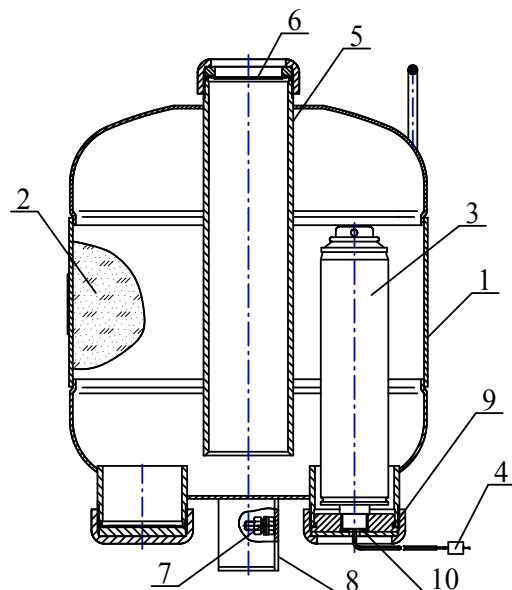

Рисунок 1
4.1.1 МПП (см. рисунок 1) состоит из корпуса **1**, в котором размещаются огнетушащий порошок (ОП) **2** и источник холодного газа (ИХГ) **3** с элементом электропусковым **4**. В верхней части корпуса находится насадок-распылитель **5**, который также выполняет функцию сифонной трубки при выпуске ОП из корпуса. Выходное отверстие насадка-распылителя перекрыто мембраной **6**. Модуль имеет заземляющий зажим **7**.
- ИХГ-10(М)-01 СИАВ 066614.025.000 ТУ для МПП нормального исполнения или ИХГ-10(М)-02 СИАВ 066614.025.000 ТУ для МПП специального исполнения (поз. 3 рисунок 1) – 1 шт.;
- резиновое кольцо 058-062-25 ГОСТ 9833-73 (поз. 9 рисунок 1) – 1 шт.;
- резиновая прокладка черт. СИАВ 634233.006.023 (поз. 10 рисунок 1) – 1 шт.;
- огнетушащий порошок ИСТО-1 ТУ 2149-001-54572789-00 (поз. 2 рисунок 1) – 9,5 кг;
- мембрана черт. СИАВ 634233.006.003 (поз. 6 рисунок 1) – 1 шт.